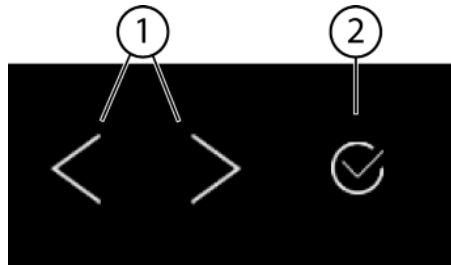
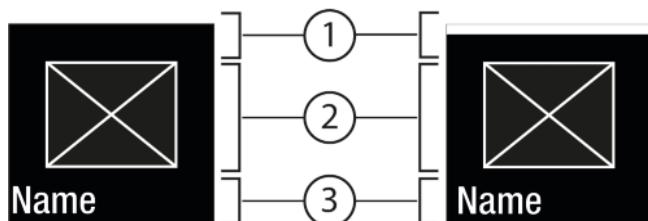
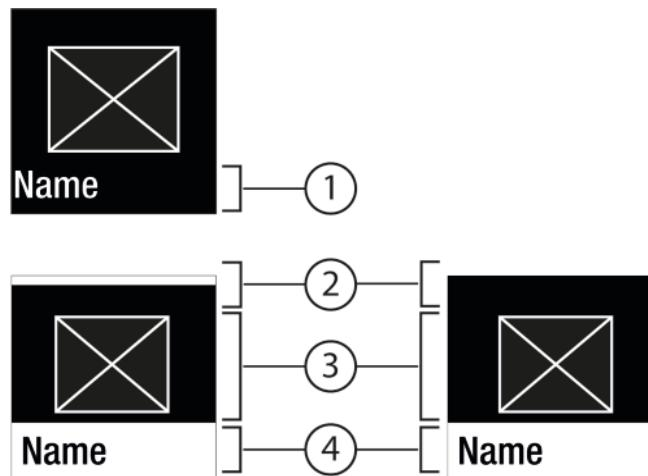

Fig. 5
Fig. 6
Fig. 7
- (1) Стрелка за навигация ляво / дясно
(2) Потвърждаване
Стрелка за навигация ляво / дясно Fig. 5 (1):
Потвърждаване Fig. 5 (2):
- Навигиране със стрелка за навигация ляво / дясно *Fig. 5 (1)*.
- С Потвърждаване *Fig. 5 (2)* функцията / настройката се активира *Fig. 6 (1)* / деактивира *Fig. 6 (1)*.
- С Потвърждаване *Fig. 5 (2)* се извиква подменюто *Fig. 7 (4)*.
- Настройване на нова стойност: С Потвърждаване *Fig. 5 (2)* изберете деактивирана стойност *Fig. 6 (1)*.
- Обратно в менюто: С Потвърждаване *Fig. 5 (2)* изберете вече активираната стойност *Fig. 6 (2)*.
- Натискайте стрелките за навигация *Fig. 5 (1)* дотогава, докато се покаже функцията .
- Натиснете Потвърждаване *Fig. 5 (2)*.
- Със стрелките за навигация *Fig. 5 (1)* изберете стойността за настройка.
- ▷ Състояние: активирано *Fig. 6 (1)* се появява за кратко в подменято *Fig. 7 (4)*.
- Натискайте стрелките за навигация Fig. 5 (1) дотогава, докато се покаже Настройки .
- Натиснете Потвърждаване Fig. 5 (2).
- Натискайте стрелките за навигация Fig. 5 (1) дотогава, докато се покаже желаната настройка.